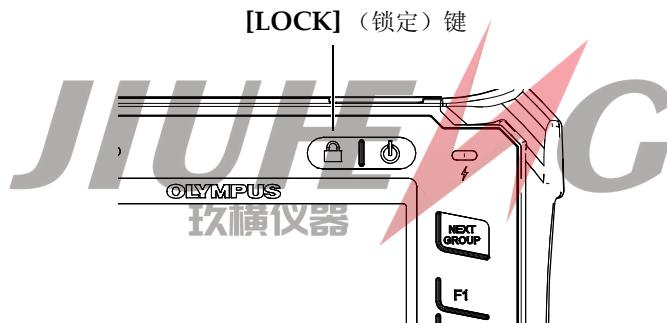

图 2-8 调节飞梭旋钮配置 — [锁定] 键
- 按下 [**LOCK**] (锁定) 键 (仅出现在飞梭旋钮配置中) 后，所有参数的调整将被自动锁定，以防用户意外触碰旋钮时更改参数 (参见第 36 页的图 2-8)。